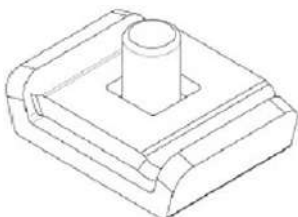

Abbildung 6
b. Stecken Sie die kleine Verbindungsschnalle umgekehrt auf die große Verbindungsschnalle und führen Sie sie durch die M5-Schraube, wie in Abbildung 6 dargestellt.